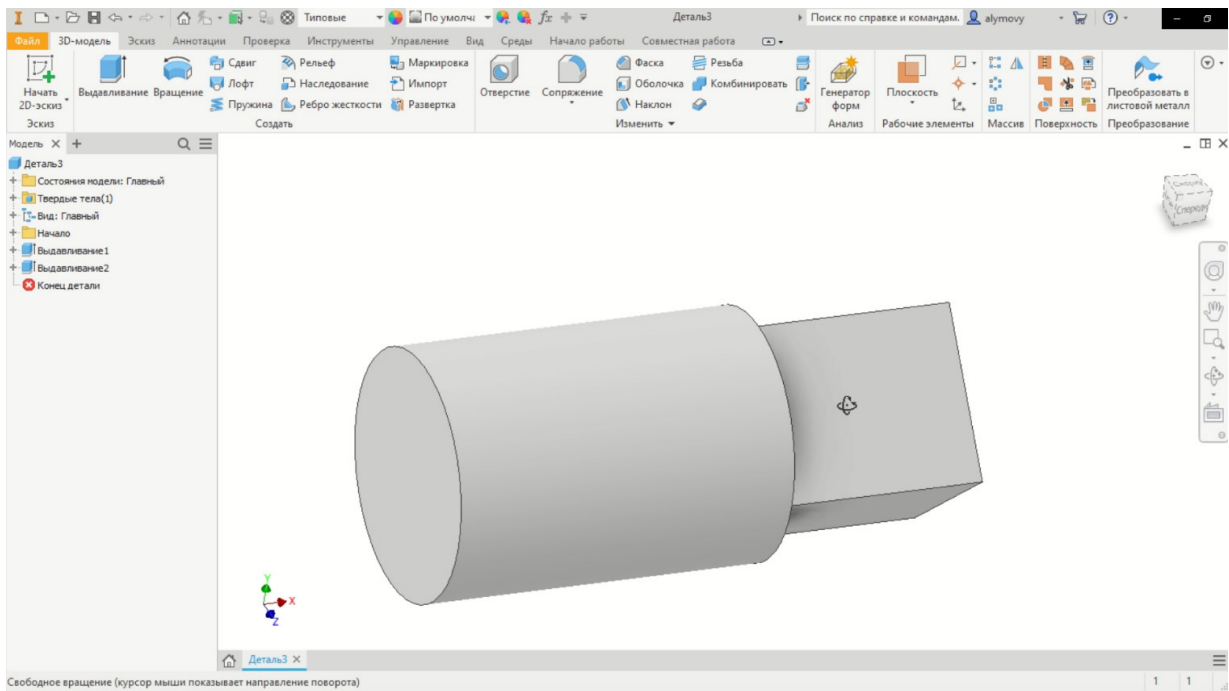

Рис. 14
3. По такому же алгоритму строим 3D-модель цилиндрической поверхности. (рис. 14).